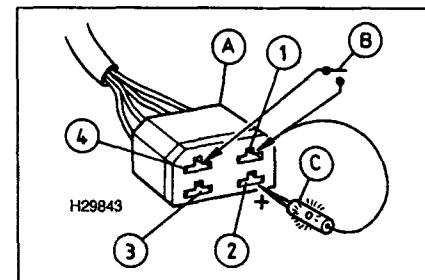

Рис. 5.2. Motronic ML4.1. Подключение светодиода и вспомогательного выключателя для извлечения "мигающих" кодов
- 1 Подсоедините к 4-штырьковому разъему светодиод и вспомогательный выключатель, как показано на рис. 5.2.
1 Подсоедините светодиод и вспомогательный выключатель, как показано на рис. 5.2.